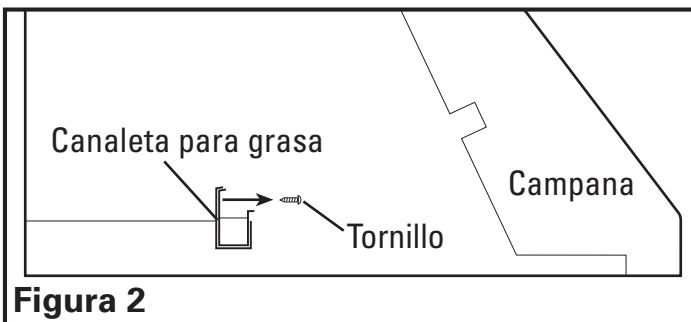

Figura 2
- Retire los dos tornillos que aseguran la canaleta de grasa en su lugar. Los mismos han sido instalados para protección durante el despacho del producto (Figura 2).